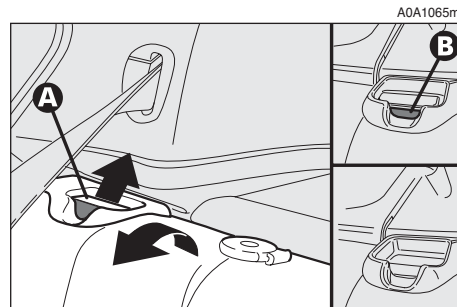
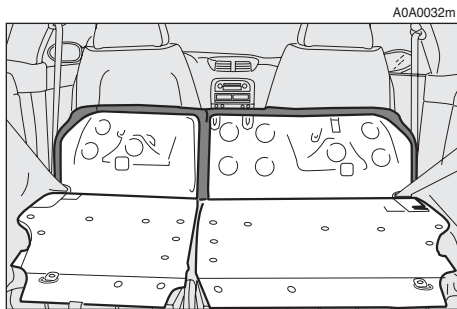

fig. 25
fig. 26
— transversalmente entre los respaldos de los asientos delanteros y los asientos traseros abatidos en caso de ampliación total del maletero (véase fig. 26).
– levante las palancas (**A-fig. 25**) de fijación de los respaldos y empújelos adelante, de forma que se obtenga una sola superficie de carga (**fig. 26**).
– levante la palanca de sujeción del respaldo (**A-fig. 25**) e incline este último hacia adelante.
- levante los respaldos empujándolos hacia atrás hasta oír el “clic” de bloqueo de ambos mecanismos de enganche, comprobando que no se vea la “banda roja” (**B-fig. 25**) presente en la parte superior de las palancas. De hecho, esta “banda roja” indica que el respaldo no está bien enganchado;